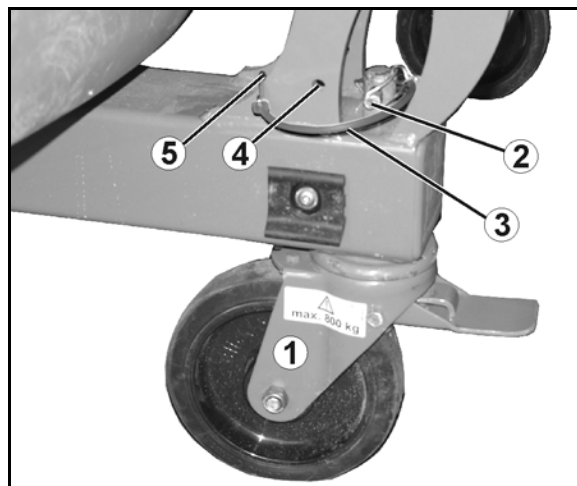

Bild 56
Snabbkopplingssystemet (Bild 56/1)
- Använd toppstångsbulten (Bild 56/2) till kopplingstriangeln, sätt dit en kulkoppling och säkra med låssprint.
- Utrusta lyftarmsbultarna med kulkopplingar, sätt på distanshylsor (Bild 56/3) och säkra med låssprint.